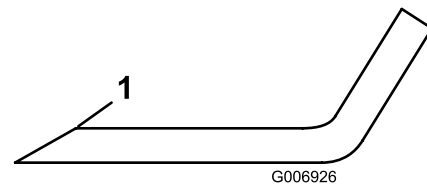

Figura 68
5. Inspeccione los filos de corte de todas las cuchillas. Afílelos si están romos o tienen mellas. Afile únicamente la parte superior del filo y mantenga el ángulo de corte original para asegurar un afilado correcto (Figura 68).
6. Si está romo o tiene desperfectos, afile únicamente el filo superior y mantenga el ángulo de corte original (Figura 68).